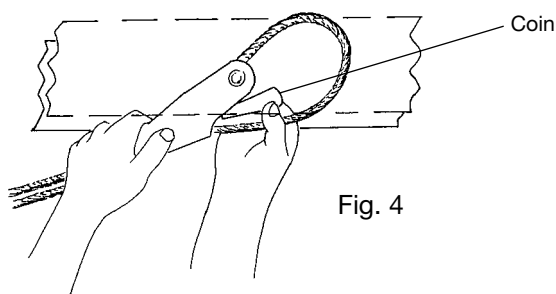
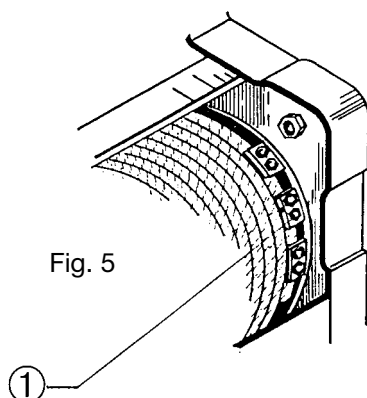

Fig. 4
Fig. 5
Pour le démontage du câble : extraire le coin à l'extrémité (Fig. 4), puis enlever l'extrémité du câble de l'étrier et extraire le câble des poulies et de la poulie de renvoi éventuelle. Dérouler complètement le câble du tambour en appuyant sur le bouton "descente" de la boîte à boutons de commande, jusqu'à l'extrémité du tambour. Desserrer les vis de fixation des serre-câbles du câble (Fig. 5).
Montage du câble neuf : enfiler le câble dans le dernier serre-câble de fixation en faisant sortir de 40 mm environ l'extrémité du câble ; serrer les vis du serre-câble (Fig. 5 - pos. 1) serrant le câble jusqu'à ce qu'il soit écrasé puis fixer les autres serre-câbles. Appuyer sur le bouton de montée de la boîte à bouton de commande et, en maintenant le câble, l'enrouler jusqu'à la moitié du tambour pour permettre le montage du collier de guidage du câble.